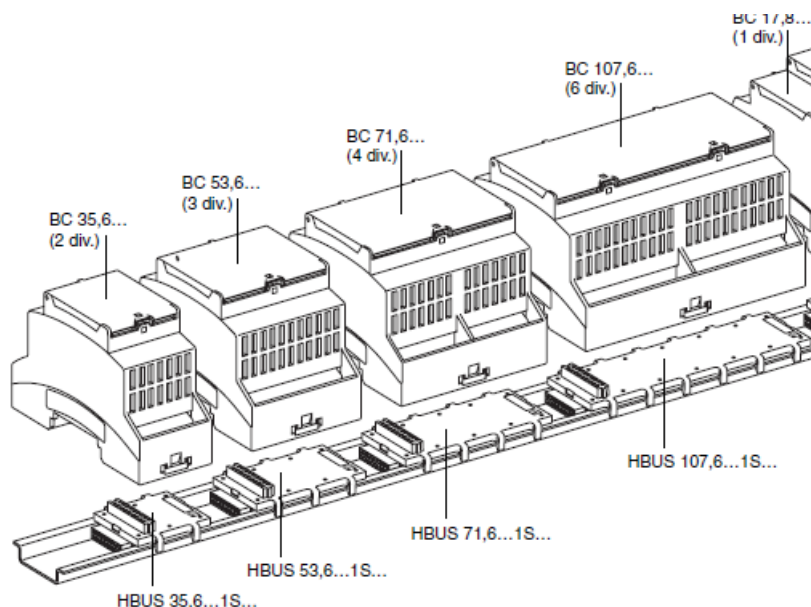

Рис.8.1. Установка модулей на DIN-рейку
- 8.1 Для крепления на DIN-рейке (см. рис.8.1) используют пружинящую защелку, которую оттягивают в сторону от корпуса с помощью отвертки, затем надевают корпус на 35-мм DIN-рейку и защелку отпускают.